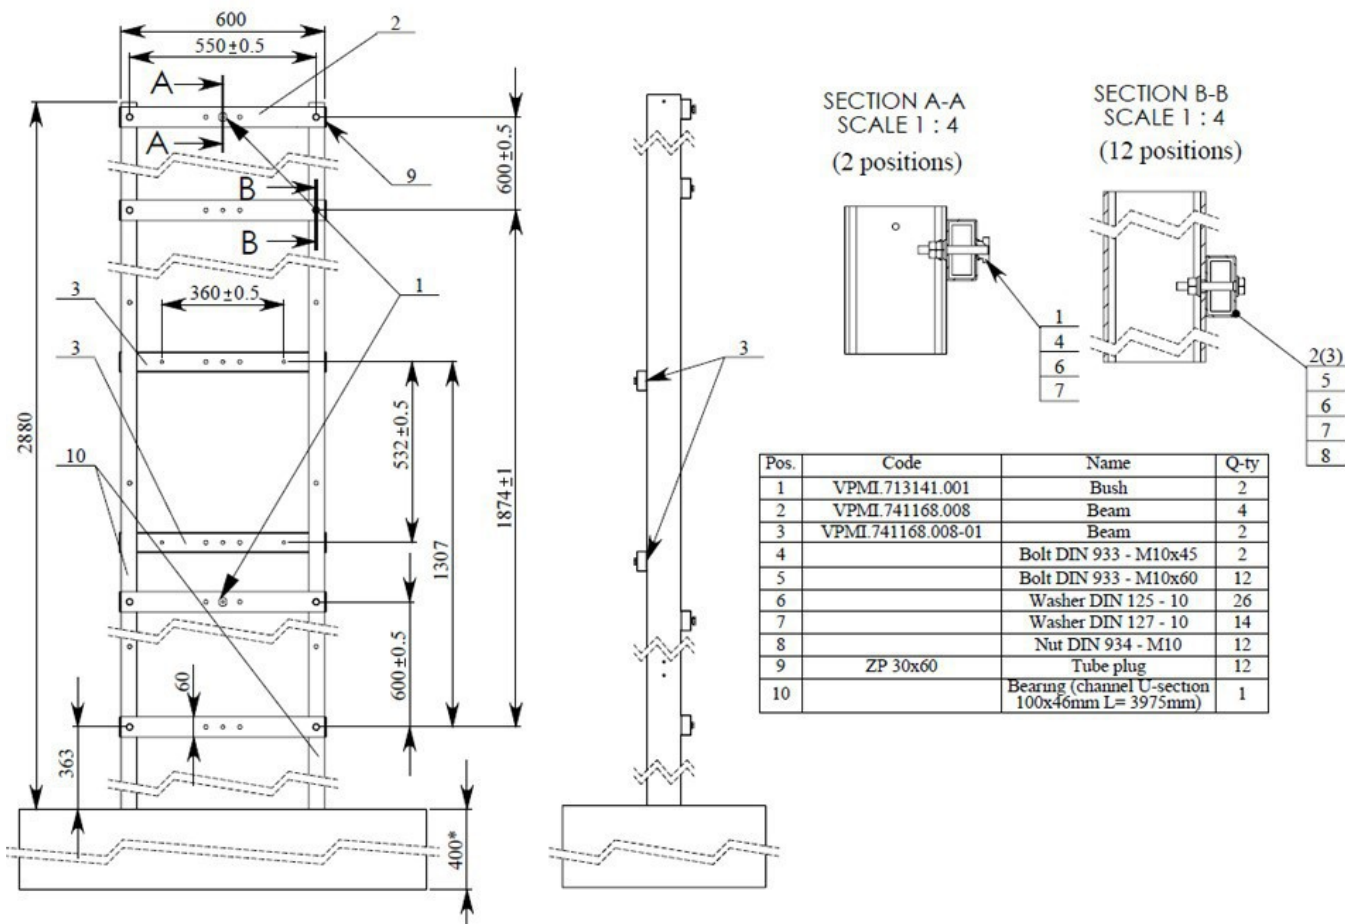

Figura 2.1. Montaje de vigas y casquillos en el pilar principal de PoliGate Light G4
6. Monte las vigas en el pilar maestro para el bloque de control (Figura 2.1, posición 3).